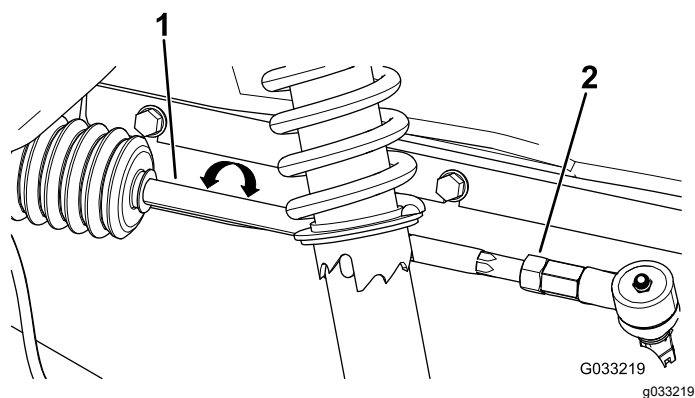

図 45
3. 前後の測定値の差が所定範囲0-6 mmにならない場合は、タイロッドの外側端部にあるジャムナットをゆるめて調整を行う図 45。